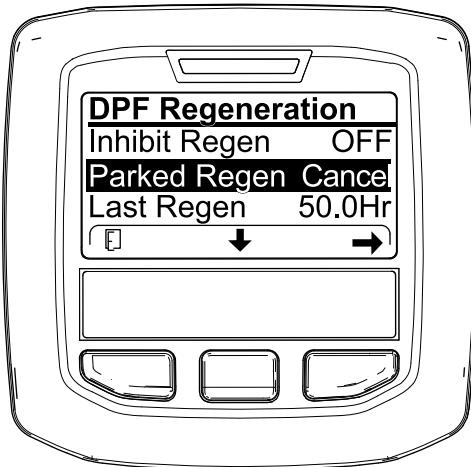
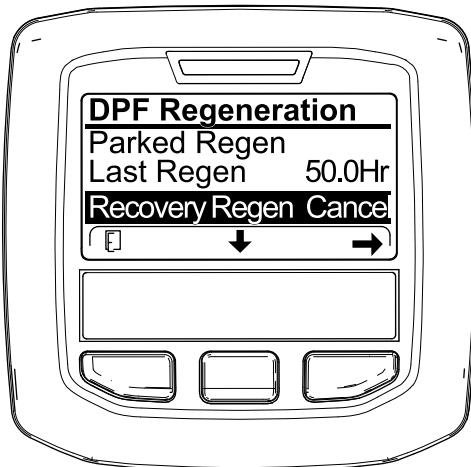

図 61
図 62
1. DPF 再生メニューにアクセスする図 61。
- 中央ボタンを押して下へスクロールし、駐車再生キャンセル PARKED REGEN CANCEL (図 61) またはリカバリ再生キャンセル RECOVERY REGEN CANCEL を選ぶ図 62。
- 右ボタンを押すと再生キャンセルに Regen Cancelに入る図 61または図 62。